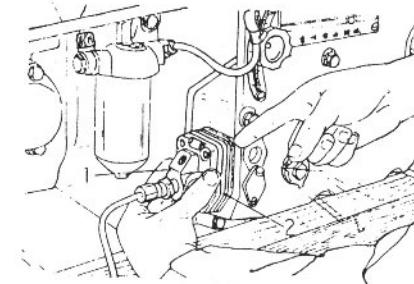

Fig.15- Ajuste do tempo da bomba de injeção
(C) O tempo de injeção pode ser ajustado aumentando ou diminuindo o número de juntas da bomba de injeção. Quando a injeção está antecipada, aumente o número de juntas. (Somando ou diminuindo o número de junta de espessura 0,20mm, modificará o tempo de injeção). (Fig. 15)